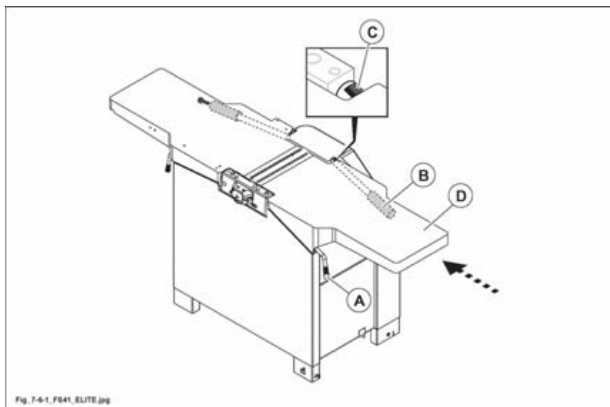

Fig. 7.6-1
- Allentare il bloccaggio (A fig. 7.6-1).
- Agire sulla manopola (B fig. 7.6-1) per posizionare il piano (D fig. 7.6-1) in funzione dell'asportazione desiderata: leggere lo spostamento sulla targhetta (C fig. 7.6-1).
- A regolazione eseguita serrare il bloccaggio (A fig. 7.6-1).